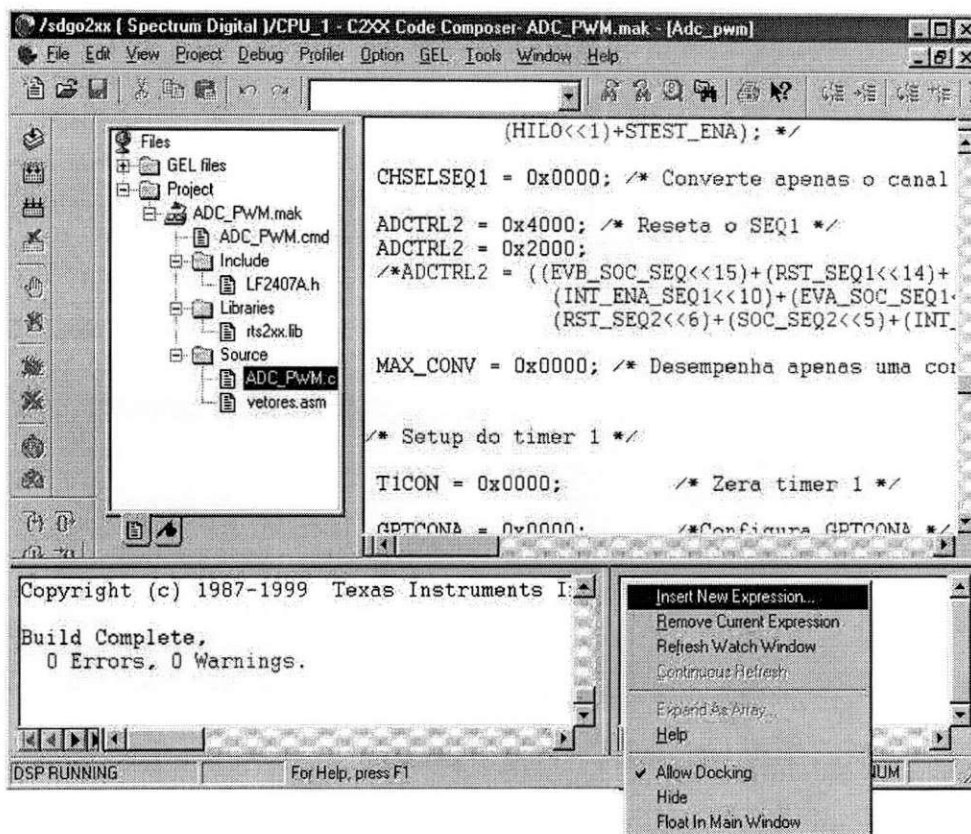

Figura 14.5: Tela do ambiente *Code Composer* com a janela *Watch Window* e o procedimento para monitorar uma variável.
2. Dê um *click* com o botão direito do *mouse* em cima da janela *watch window* e selecione *Insert New Expression*. Na figura 14.5 está ilustrado a tela do *Code Composer* com a janela *Watch Window* no momento da realização desse procedimento;